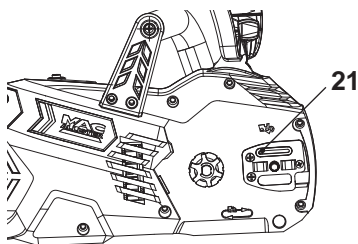

Fig.40
2. Examinez le trou du réservoir d'huile [21]; s'il est bouché, nettoyez-le afin d'assurer un graissage correct de la chaîne et du guide-chaîne lorsque l'appareil fonctionne. Utilisez pour cela un fil de fer mou assez fin pour être introduit dans le trou de vidange d'huile. (Fig. 40).